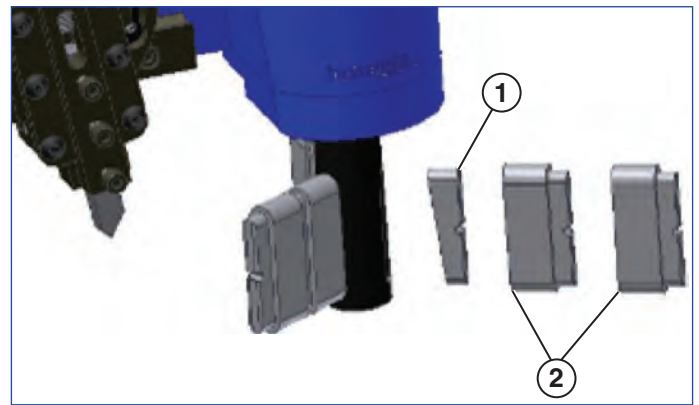

Figura 2
El conjunto del mandril se compone de todas las piezas utilizadas para fijar la QuickFace en la pieza de trabajo. Se utilizan posicionadores ajustables y extensiones apilables de posicionador para fijar la QuickFace en su sitio. Se utiliza una junta tórica para fijar los posicionadores al mandril (**véase la Figura 2**).
2. Sitúe los posicionadores y las extensiones de posicionador (si fuera necesario) en las ranuras del eje del mandril. Asegúrese de que la superficie en ángulo del eje de expansión encaja con la superficie en ángulo de los posicionadores (*véase la Figura 2* para comprobar la orientación de posicionador adecuada).